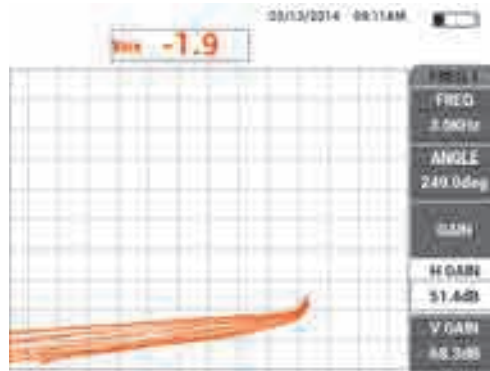

Рис. 5-107 Настройка значения H GAIN
17. Наклоните преобразователь под любым углом в точке 1, изучите сигнал отрыва канала **MIX**, затем уменьшите горизонтальное усиление **H GAIN** (клавиша D), так чтобы сигнал отрыва канала **MIX** был направлен влево (см. Рис. 5-107 на стр. 208).